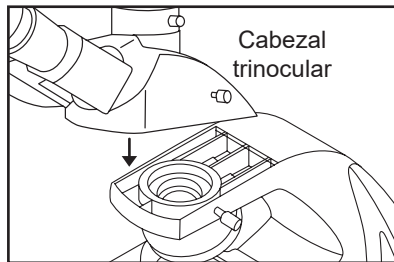
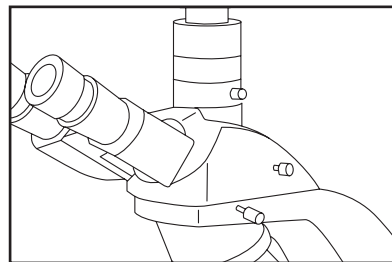

Figura 3.
Figura 4.
- Inserte el cabezal de visualización trinocular en el cabezal del microscopio y gírelo hasta la posición adecuada (Figura 3), luego atornille el perno para fijarlo (Figura 4).